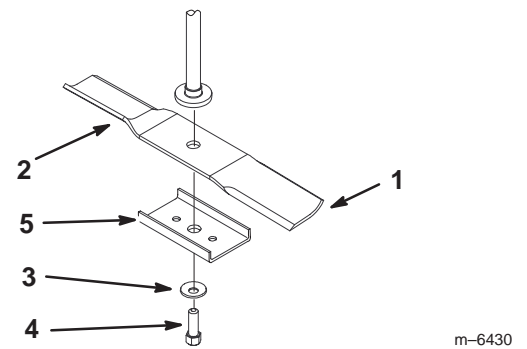
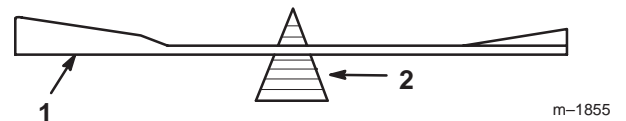

Bild 30
Bild 32
Halten Sie das Ende des Messers mit einem stark wattierten Handschuh oder wickeln Sie einen Lappen um es herum. Entfernen Sie die Messerschraube, Wellenscheibe, Messerverstärkung und das Messer von der Spindelwelle (Bild 30).
2. Überprüfen Sie die Auswuchtung des Schnittmessers auf einer Ausgleichsmaschine (Bild 32). Wenn das Schnittmesser in seiner horizontalen Position bleibt, ist es ausgewuchtet und kann wiederverwendet werden. Feilen Sie, wenn das Schnittmesser nicht ausgewuchtet ist, vom Flügelbereich des Messers etwas Metall ab (Bild 30). Wiederholen Sie diesen Vorgang, bis das Messer ausgewuchtet ist.
1. Bringen Sie das Messer auf der Spindelwelle an (Bild 30).
2. Montieren Sie die Messerverstärkung, die Wellenscheibe (Schalenseite zum Messer) und die Messerschraube (Bild 30). Ziehen Sie die Messerschraube mit 47–88 Nm an.